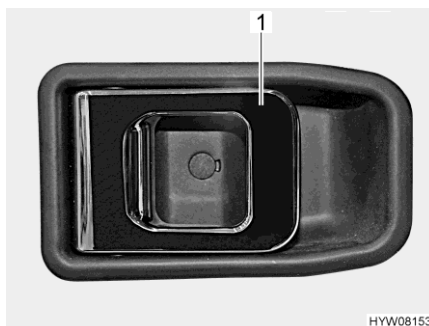

Fig. 31 Serratura della porta (porta conducente/porta di ingresso, lato interno)
- Apertura:** ■ Tirare la maniglia (Fig. 31,1). La serratura della porta si sblocca o apre.
- Bloccaggio:** ■ Premere la maniglia (Fig. 31,1). La serratura della porta si blocca.